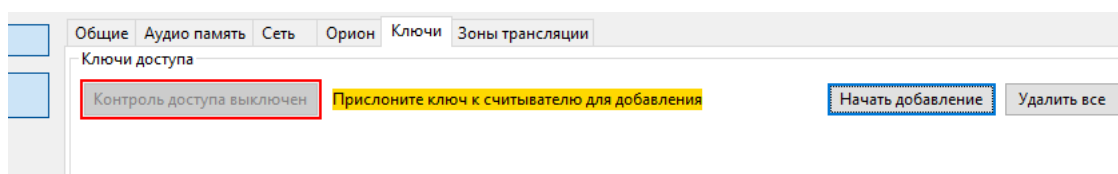

Рисунок 2.2.14. Добавление нового ключа доступа.
- 1) Нажать кнопку «Начать добавление». Появится надпись «Прислоните ключ к считывателю для добавления» (Рисунок 2.2.14). На лицевой панели консоли начнет мигать индикатор «Доступ», синхронно с ним будет звучать длинный звуковой сигнал.